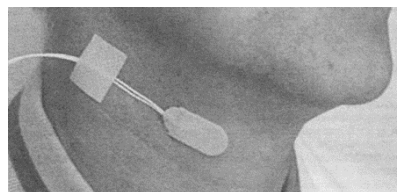

図2 ディスポーザブルいびきセンサ装着部位
(2) 患者の測定部位にディスポーザブルいびきセンサを貼付します。（図2）